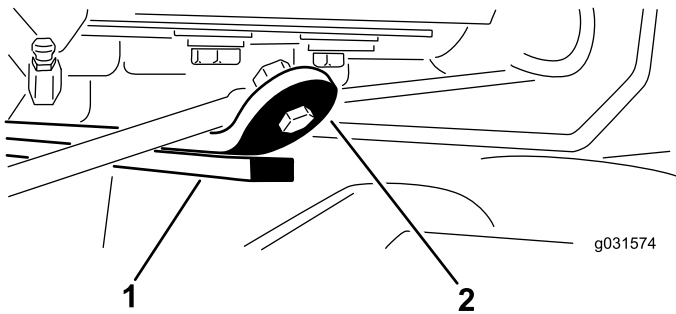

图 16
3. 启动发动机升起滚刀组确保后刀组耐磨棒顶部的耐磨带与缓冲带之间的间隙介于 0.512.54mm 之间如图 16 所示。